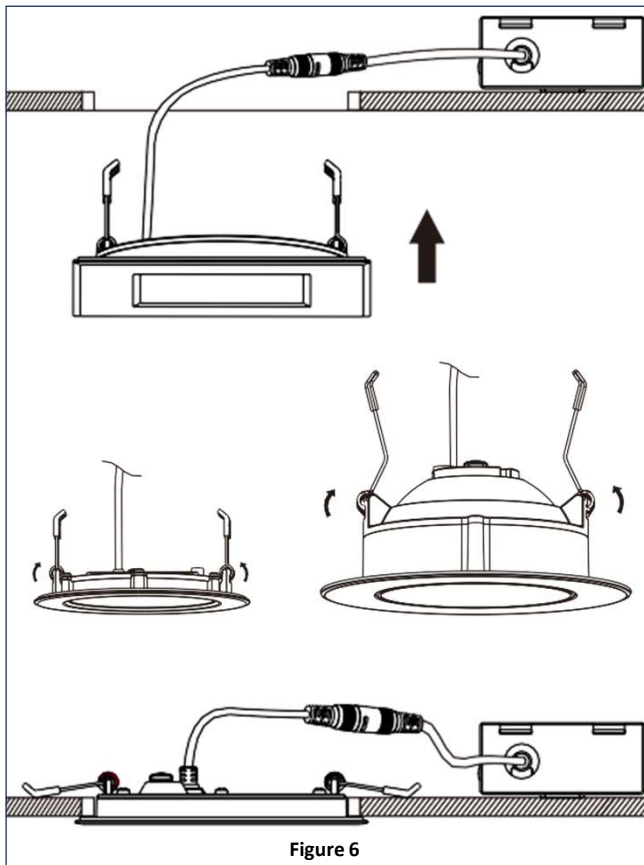

Figure 6
- Poussez vers le haut et maintenez les pinces à ressort contre le luminaire. Dirigez le luminaire doucement dans le plafond jusqu'à ce que les pinces s'insèrent dans le trou. Relâchez les pinces et poussez le luminaire vers le haut jusqu'à ce que les pinces s'enclenchent en place. Le luminaire devrait être de niveau avec le plafond. **Reportez-vous à la figure 6.**